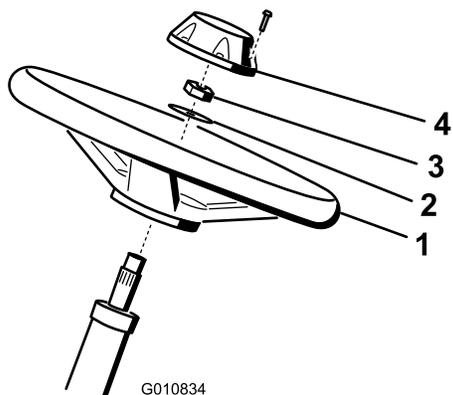

图 5
- 将方向盘滑入转向轴图 5。
- 将垫圈滑入转向轴图 5。
- 将中心盖安装到方向盘上并用 6 个螺栓固定图 5。